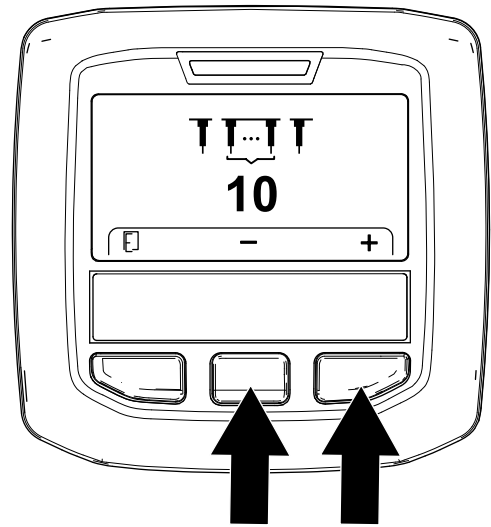

Figura 62
5. Regolate la quantità di fustelle (Figura 62) come segue: